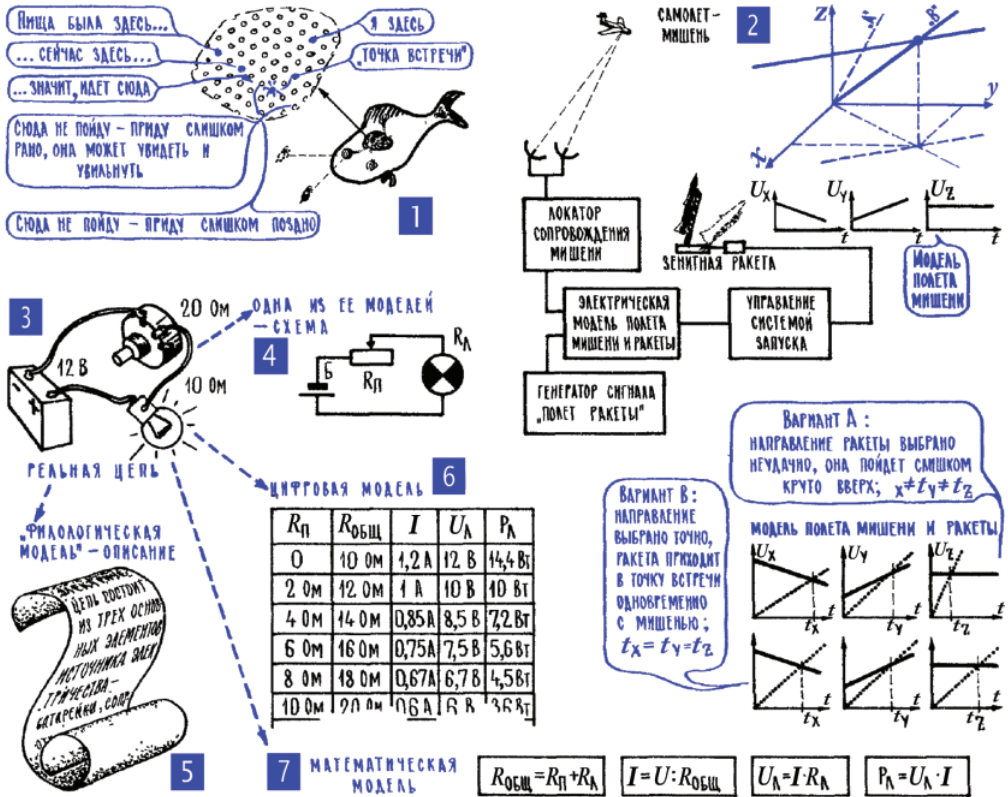

Рис. 16.1. Построение моделей
На рис. 16.1; 1 система такого моделирования показана крайне упрощенно, примитивно, хотя, впрочем, изобразить ее точно и нельзя было бы: конкретные механизмы моделирования в нервных сетях пока неизвестны.
Модели могут быть сделаны из самых разных материалов, описание реальности в них осуществляется на самых разных языках. Модели самолетов бывают из дерева, металла или пластмассы, а бывают из бумаги и туши: чертеж – это ведь тоже модель. И рисунок тоже. И фотография. В нейронных сетях рыбы (рис. 16.1; 1) модель строилась с помощью сложных электрохимических процессов в нервных клетках, а в системе управления ракетой (рис. 15.3; 5) – с помощью электрических токов. Еще один пример электрического моделирования – на рис. 16.1; 2, здесь «задача встречи» решается для зенитной ракеты и самолета-мишени. Движение самолета в этой модели отображается тремя меняющимися напряжениями – это координаты мишени по трем перпендикулярным осям  $x$ ,  $y$ ,  $z$ . Напряжение, отображающее координату  $z$ , остается постоянным, это значит, что самолет летит на постоянной высоте. Три меняющихся напряжениями отображена возможная траектория зенитной ракеты, причем система управления пробует несколько разных троек, выбирая такое направление, которое приведет ракету в «точку встречи» одновременно по всем координатам. Электрическое моделирование используют во многих системах управления, работать с электрическими сигналами очень удобно. Их легко менять, проверяя на модели самые разные ситуации. Не так-то просто изменить размеры какой-нибудь детали на механической модели или даже на чертеже, а изменить тот или иной ток в электрической модели довольно просто.
давать искусственные модели и на них отрабатывать свои практические задачи. Такими моделями стали рисунки, слова устной речи, иероглифы, а затем и буквенное письмо, географические карты, чертежи, графики. И еще, конечно, математические модели, которые начались с простого счета и пришли к современной математике, умеющей моделировать самые сложные процессы в природе и машинах. Рисунок 16.1; 3, 4, 5, 6, 7 иллюстрирует создание разных моделей простой электрической цепи, и уже из этого примера видно, насколько удобна и экономична математическая модель, в данном случае описание схемы с помощью нескольких формул закона Ома (рис. 16.1; 7).
**Примечание редактора.** Слово компьютер (в переводе с английского – *вычислитель*) в настоящее время полностью заменило длинное название «электронная вычислительная машина» (ЭВМ), принятое в советское время. Следует понимать, что под этими названиями имеются в виду именно цифровые электронные вычислительные машины (ЦЭВМ), так как существовали еще и «аналоговые электронные вычислительные машины» (АЭВМ, их принципы работы показаны на рис. 16.1; 2), а еще до них – и просто «аналоговые вычислительные машины» (АВМ) на механических принципах. Именно от этих машин ведет свое происхождение термин «аналоговый» применительно к электронной технике, оперирующей непрерывными значениями напряжений и токов. Автор далее употребляет названия «компьютер», «вычислительная машина» и ЭВМ вперемешку, как синонимы. Интересно, что слово «компьютер» в доцифровую эпоху было обозначением профессии: так называли сотрудников учреждений, специализировавшихся на проведении громоздких вычислений вручную или с помощью электромеханических калькуляторов.